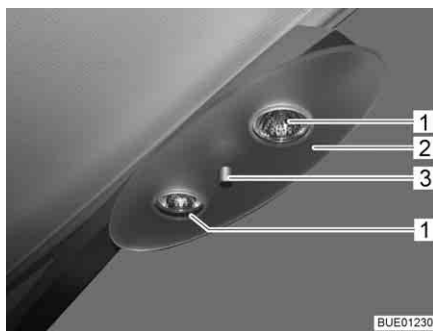

Fig. 188 Lámpara halógena de techo
- Desenroscar la tuerca de fijación (Fig. 188,3) y retirar la cubierta (Fig. 188,2).
- Extraer la bombilla halógena (Fig. 188,1).